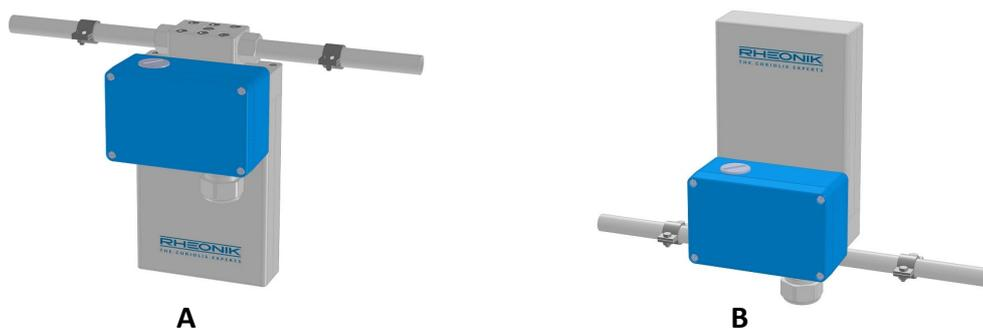

Abbildung 3: Montageposition für Flüssigkeit (A) und Anwendungen mit Feststoffpartikeln/Gasen (B)
- *Anwendungen mit Flüssigkeiten:* Bei Anwendungen mit Flüssigkeiten sollte der RHM-Sensor an einem tiefen Punkt im Rohrsystem installiert werden, wobei die Messrohre nach unten zeigen, sodass sich keine Gasblasen im Sensor ansammeln können. Das Vorhandensein von Gasblasen kann die Leistung des Sensors sowohl für die Massendurchfluss- als auch für die Dichtemessung beeinträchtigen. Siehe die empfohlene Ausrichtung in Abbildung 3 (A).
- *Anwendungen mit Flüssigkeiten mit Feststoffpartikeln in der Flüssigkeit:* Besteht die Gefahr, dass die Flüssigkeit (schwere) Feststoffpartikel enthält, sollte der RHM-Sensor an einem hohen Punkt im Rohrsystem installiert werden, wobei die Messschleifen nach oben zeigen, sodass sich keine Partikel im Sensor sammeln können. Siehe die empfohlene Ausrichtung in Abbildung 3 (B).
- *Anwendungen mit Gasen:* Bei Anwendungen mit Gasen sollte der RHM-Sensor an einem hohen Punkt im Rohrsystem installiert werden, wobei die Messschleifen nach oben zeigen, sodass sich kein Kondensat bilden oder andere Flüssigkeiten im Sensor ansammeln können. Siehe die empfohlene Ausrichtung in Abbildung 3 (B).